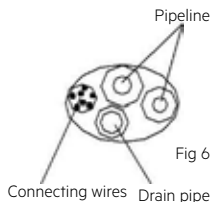

Fig 6
1. Conexión del tubo trasero derecho (similar al tubo inferior derecho) (opcional, consulte la Fig. 6)